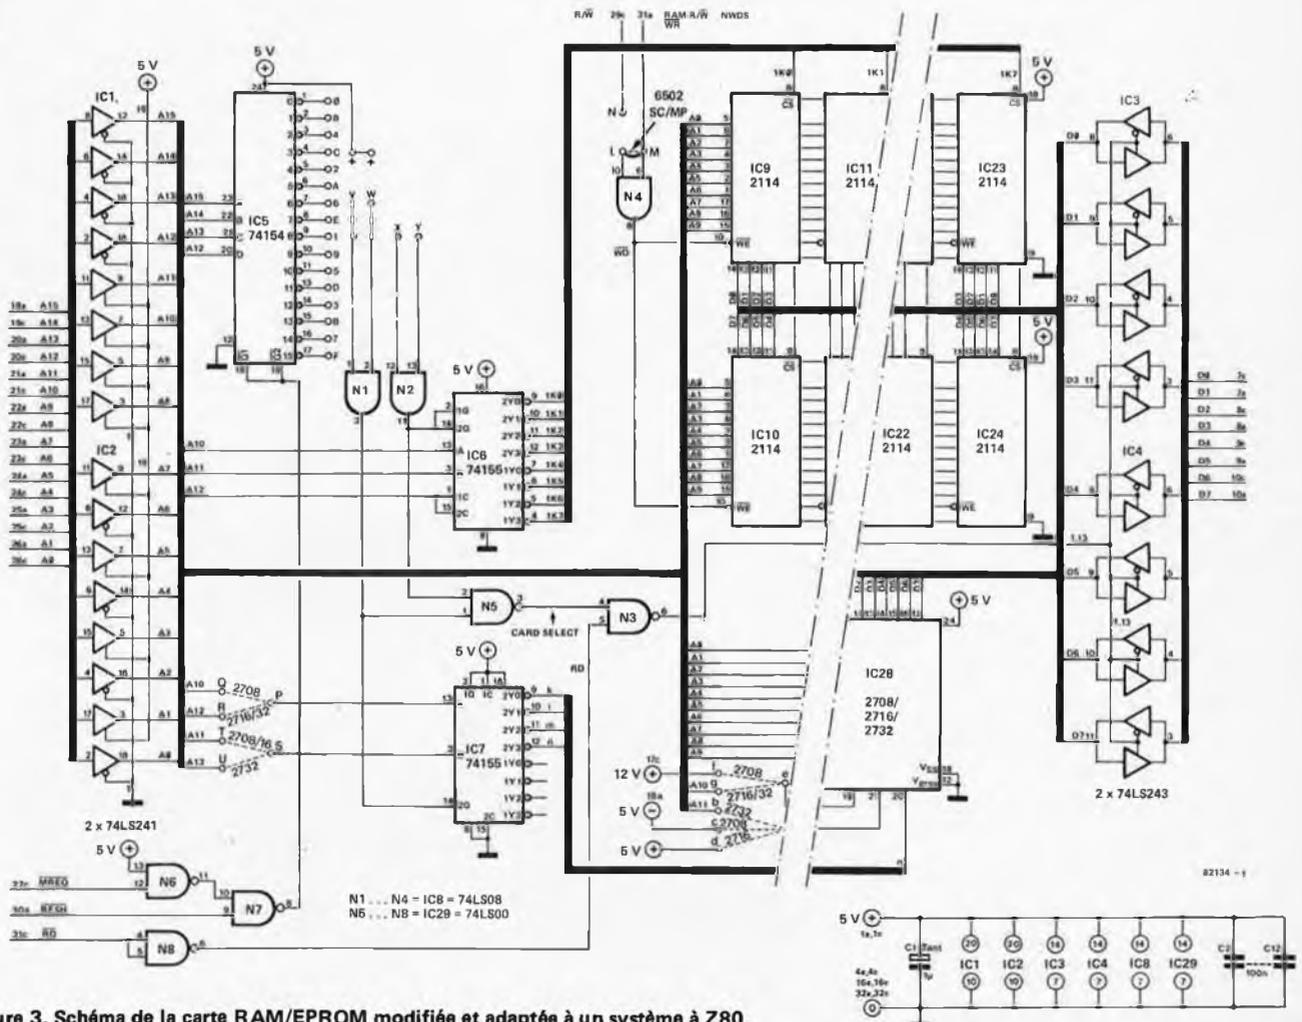

Figure 3. Schéma de la carte RAM/EPROM modifiée et adaptée à un système à Z80.
Figure 3. Vue "éclatée" de l'agencement interne de notre micro-radio. Comme vous pouvez le constater, il reste encore beaucoup de place dans notre boîte d'allumettes. L'étage d'amplification de la figure 2b y trouve encore largement sa place.
Nous n'avons pas fait de circuit imprimé pour ce montage. Etant donnée la taille du montage, cela nous a semblé un peu superflu. L'expérience nous a prouvé, que pour de tels montages, il valait mieux effectuer les connections en "volant", (le nombre de composants étant trop faible pour justifier un circuit imprimé). La figure 3 vous montre clairement la solution que nous avons choisie. Utiliser une vraie boîte d'allumettes comporte quelques risques. C'est pourquoi nous vous conseillons de construire un boîtier interne plus solide, fait de morceaux d'époxy, (privés de leur couche de cuivre!), collés.
La figure 3 donne le schéma du circuit modifié de telle sorte qu'il répond aux conditions que nous venons de poser. La condition 1 est remplie par la combinaison logique (N6/N7) de MREQ et de RFSH. La broche 8 de N7 ne passe au niveau logique bas que lorsque l'unité centrale adresse un emplacement mémoire. Ce signal est appliqué à la broche 18 et à la broche 19 d'IC5, lequel n'est donc valide que lorsqu'un accès valide est en cours. Ses sorties commandent via N1 et N2 les
**Figure 3.** Toutes les prises sont du type jack châssis mono de 6,3 mm avec rondelle d'isolation, pour éviter tout faux-contact. On voit ici comment les connecter.